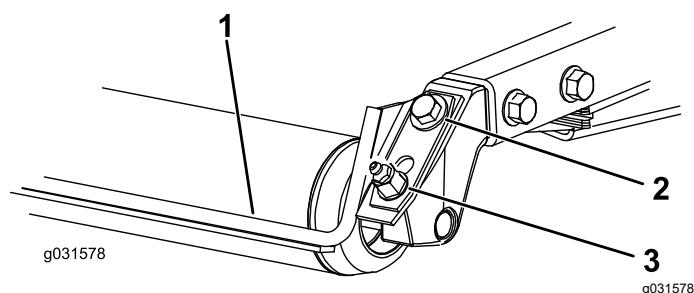

Figura 19
1. Afloje el engrasador y el tornillo de montaje (Figura 19).